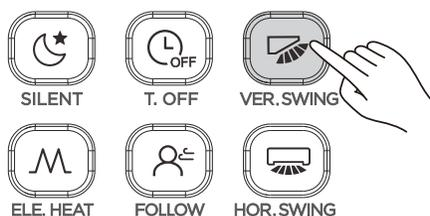

Figura 19
- Quando a unidade está ligada. Pressione  (consulte a Figura 19). Quando a função de oscilação vertical iniciar, o ícone  acenderá e o sinal será enviado para a unidade interna;